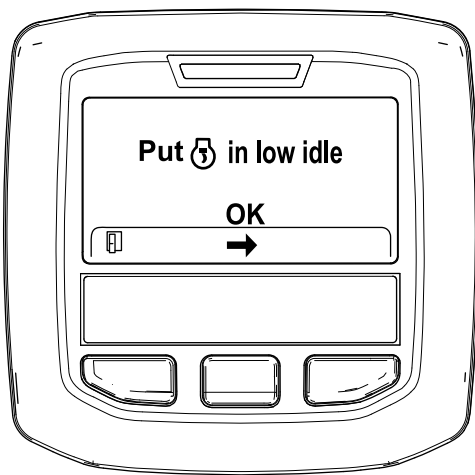

Figura 43
6. Mueva el control del acelerador en RALENTÍ BAJO y pulse el botón central (Figura 43).